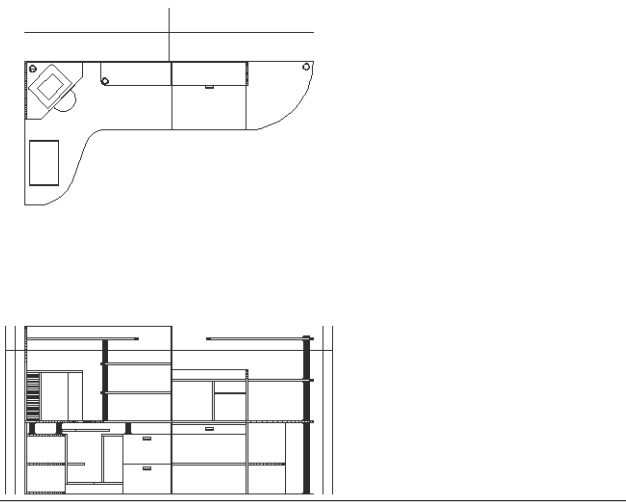

Рис. 10.7 ▼ Обозначена высота 1495 мм, из которой можно создать линию сечения для разреза А-А
- Сместите линию нулевой высоты на главном виде вверх на 1495 мм, а затем продлите ее так, чтобы она доходила до крайней левой и крайней правой вертикальных линий (рис. 10.7).